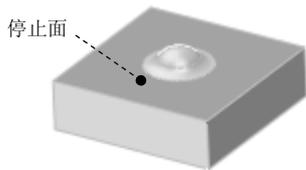

图 4.4.7 成型工具 1
Step5. 创建图 4.4.7 所示的零件特征——成型工具 1。
(1) 选择命令。选择下拉菜单 **插入(I)** → **钣金(B)** → **成型工具** 命令。
(2) 定义成型工具属性。激活“成型工具”对话框中的 **停止面** 区域，选取图 4.4.7 所示的模型表面为成型工具模型的停止面。
(3) 单击 按钮，完成成型工具 1 的创作。